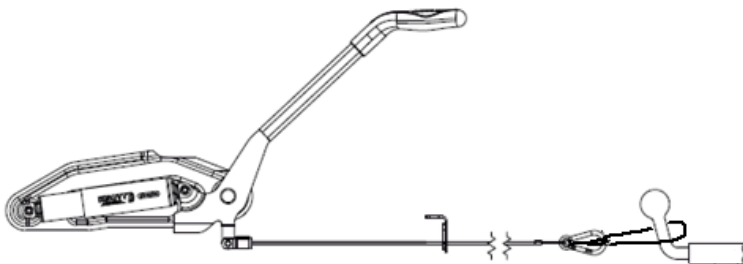

Abb. 2. Montage der Sicherheitsleine, wenn kein Haken vorhanden ist
- Die Leine kann nur dann an der Kupplungskugel des Hakens befestigt werden (Abb. 2), wenn der Haken nicht mit einer Anhängervorrichtung ausgestattet ist. In diesem Fall besteht jedoch ein hohes Risiko, dass die Leine abrutscht, so dass die Bremse nicht betätigt wird (Abb. 2).